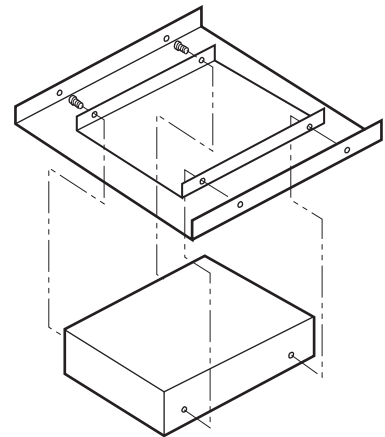

Figura 2 - Juego de bastidor F-TBF
3. Monte la caja posterior al juego de bastidor F-TBF utilizando los cuatro (4) tornillos provistos con el juego (vea la figura 2).